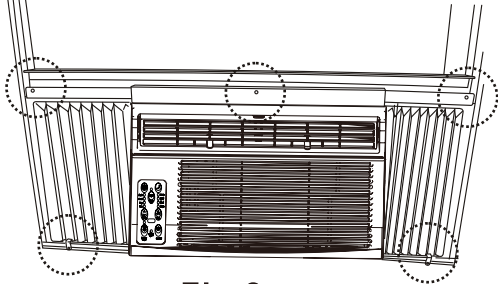

Fig.8
B. Conduzca tornillos de bloqueo de 3/4" (19mm) or 1/2" (12.7mm) entre los agujeros del marco en la hoja de la ventana. (Fig.8).